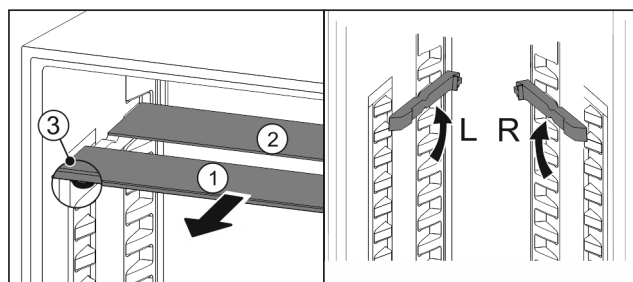

Fig. 83
- ▶ По одной извлеките Fig. 83 (1) стеклянные панели движением вперед.
- ▷ Стеклянная панель Fig. 83 (1) с декоративной планкой лежит спереди.
- ▷ Стопоры Fig. 83 (3) показывают вниз.